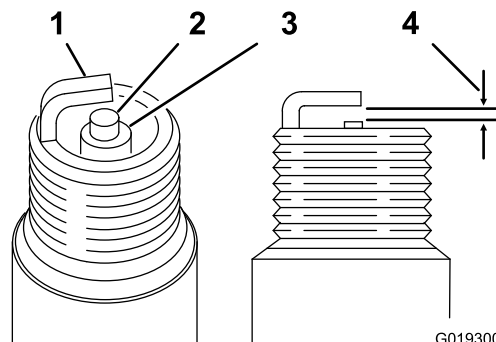

Figura 44
5. Para cada vela de ignição, defina a folga entre o eléktrodo central e o eléktrodo lateral para 0,76 mm; consulte Figura 44. Instale cada vela de ignição com a folga correta com um vedante e aperte-a com uma força de 22 N·m.